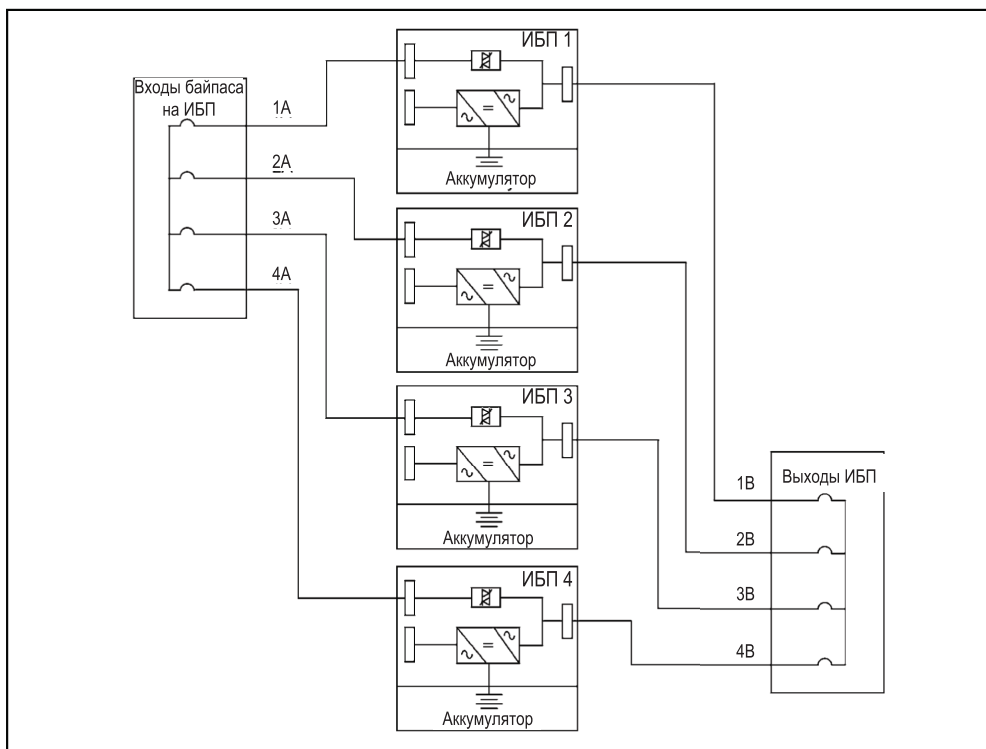

Рис. 4-13: Системные соединения параллельного ИБП
2. Сведения о монтаже параллельной системы приведены в Рис. 4-13: Системные соединения параллельного ИБП на стр. 44.